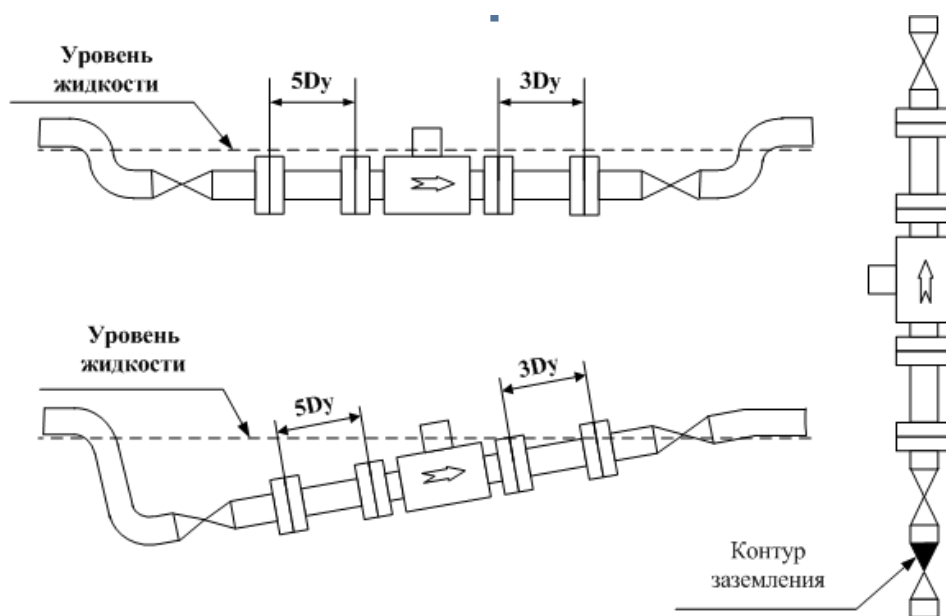

Рисунок 1 – Рекомендуемые варианты установки первичного преобразователя (при которых осуществляется его заполнение жидкостью), где D_y -условный проход трубы
Для нормального функционирования расходомера необходимо, чтобы расходомер был постоянно заполнен измеряемой жидкостью, электроды должны находиться в горизонтальной плоскости. При монтаже первичного преобразователя в разрыв трубопровода необходимо обеспечить прямолинейные участки трубы длиной **не менее пяти диаметров до и трех диаметров после** первичного преобразователя (см. рис. 1) в направлении по стрелке на первичном преобразователе, совпадающем с направлением движения жидкости в трубопроводе. В случае исполнения расходомера с возможностью измерения реверсного потока жидкости прямолинейные участки до и после первичного преобразователя расхода должны иметь длину **не менее пяти диаметров** первичного преобразователя. В случае неполного заполнения (завоздушивания) канала появляются ошибки измерения. Поэтому при монтаже следует выполнять следующие **условия**:
① Не устанавливать расходомер в трубопроводе с открытым концом. При монтаже первичный преобразователь должен быть установлен на горизонтальном, вертикальном или наклонном трубопроводе (см. рис. 1).
Вертикальное положение первичного преобразователя в той части трубы, где жидкость подается наверх (см. рис. 1), наилучшим образом обеспечивает заполнение трубы первичного преобразователя даже при малом расходе и, кроме того, уменьшает неравномерность износа футеровки в том случае, если жидкость несет с собой абразивные частицы, а также при возможности выпадения осадка в жидкости.
В случае горизонтального или наклонного способа установки (см. рис.1) рекомендуется помещать первичный преобразователь в наиболее низкой части трубопровода, где сечение трубы